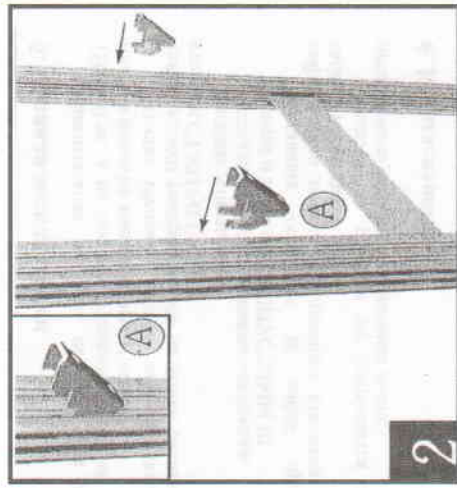

Рис.2 Установка кронштейнов для полок
2. Определитесь с уровнем расположения полок, установите на всех спаренных стойках на одном уровне кронштейны для полок (рис.2).